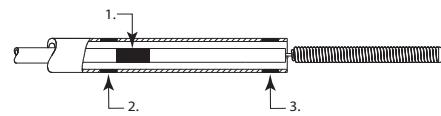

Figura 2
- Continuați să avansați spirala detașabilă Axium™ Prime până când marcajul de aliniere a spiralei de pe tubul de impingere a implantului este aproape distal față de marcajul proximal al microcateterului (a se vedea Figura 2).